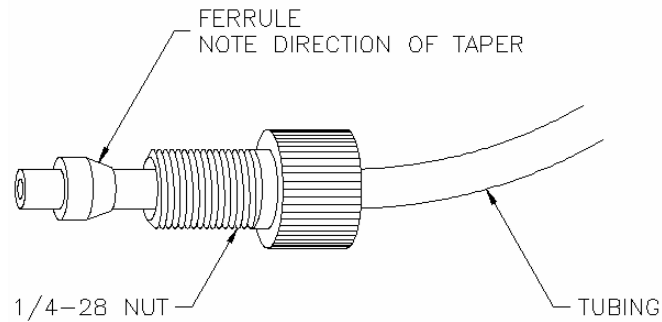

Abb. 11 Anordnung der 1/4-28 Verschraubung mit Lösungsmittelschlauch und Dichtring
4. Führen Sie an der entgegengesetzten Schlauchseite die blaue PEEK-Verschraubung über den Schlauch und schieben Sie vorsichtig über das Schlauchende den Dichtring (siehe Abb. 11). Achten Sie darauf, dass das Schlauchende einen geraden Abschluss aufweist.